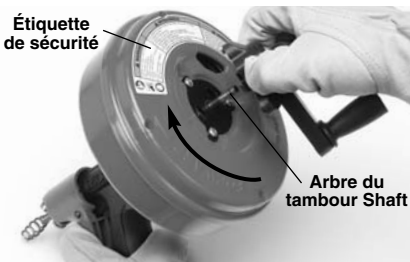

Figure 2 – Retrait de la manivelle du Power-Spin
- Présence et lisibilité de l'étiquette de sécurité de l'appareil (*se reporter à la Figure 2*).
7. Lors de l'utilisation d'une perceuse à piles pour mouvoir le Power-Spin, n'oubliez pas de retirer la manivelle du dos du tambour en appuyant sur les languettes de part et d'autre de l'arbre du tambour (Figure 2), puis serrez le mandrin de la perceuse sur l'arbre du tambour.
7. Faites tourner le tambour en sens horaire comme indiqué par la flèche au dos du tambour (Figure 2). Si vous utilisez le Power-Spin manuellement, servez-vous de sa manivelle (Figure 8). Si vous utilisez une perceuse, faites-la tourner en marche avant. Appuyez fermement sur la gâchette pour faire avancer le câble le long de la conduite.